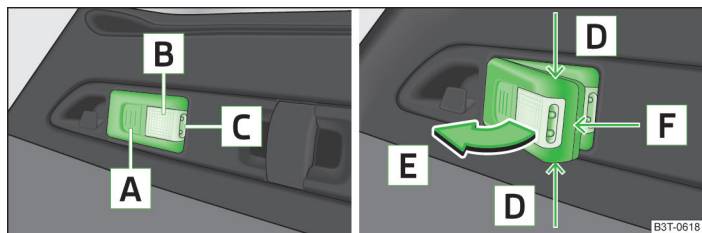

Fig. 92 Manejar la lámpara / extraer la lámpara
» Iluminación del maletero - ilumina la parte » fig. 92 de la página 98 (la lámpara está en el soporte).
- Si no se apaga la lámpara y está colocada correctamente en el soporte, los leds en la parte delantera [C] » fig. 92 de la página 98 de la lámpara se apagan automáticamente.
- Presionar la tecla [A] » fig. 92, la luz se enciende al 100 % de su intensidad.
- Coger la lámpara en la zona de la flecha [D] » fig. 92 y ladearla en el sentido de la flecha [E].
- Retirar la tapa de los acumuladores con un objeto estrecho, puntiagudo a partir de la posición del clip inmovilizador [F] » fig. 92 de la página 98.